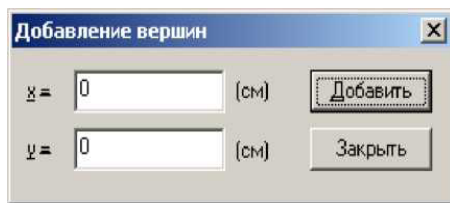

Рис. 34. Интерфейс ввода координат вершины
2. Введите координаты новой вершины и нажмите кнопку «Добавить» (рис. 34).